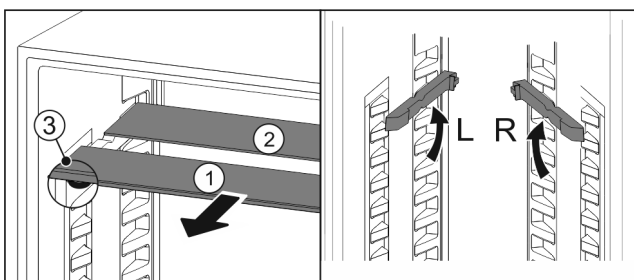

Fig. 137
- Træk glaspladerne ud enkeltvis fremad Fig. 137 (1).
- Glaspladen Fig. 137 (1) med pyntelisten ligger foran.
- Stoppene Fig. 137 (3) peger nedad.